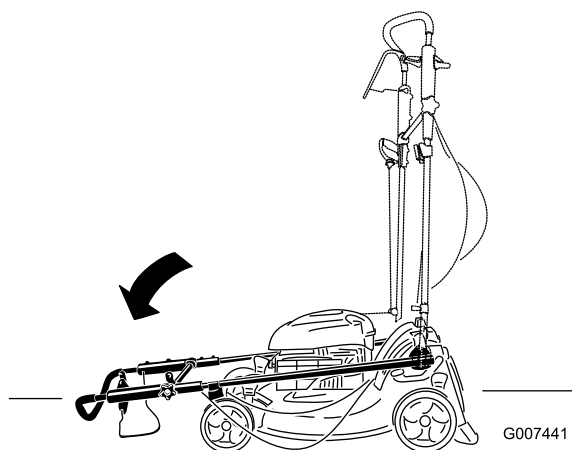

Figure 59
2. Repliez le guidon complètement vers l'avant et desserrez le bouton de la partie supérieure du guidon (Figure 59).